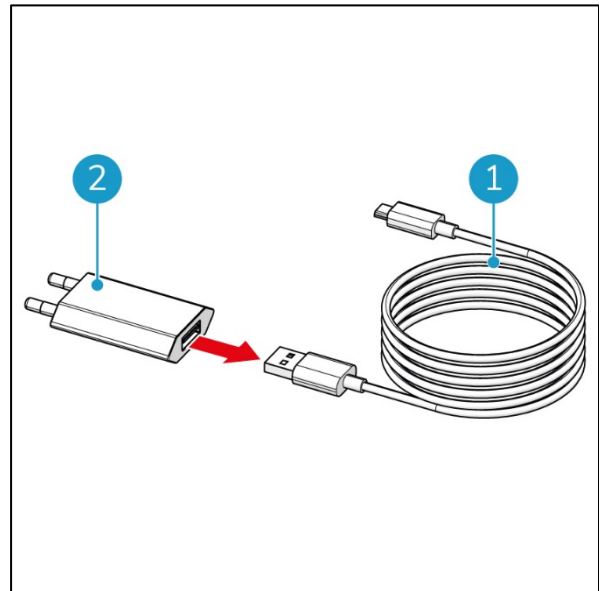

Figure 5
1. Connectez le chargeur USB (Figure 5, position 2) au câble USB (Figure 5, position 1).